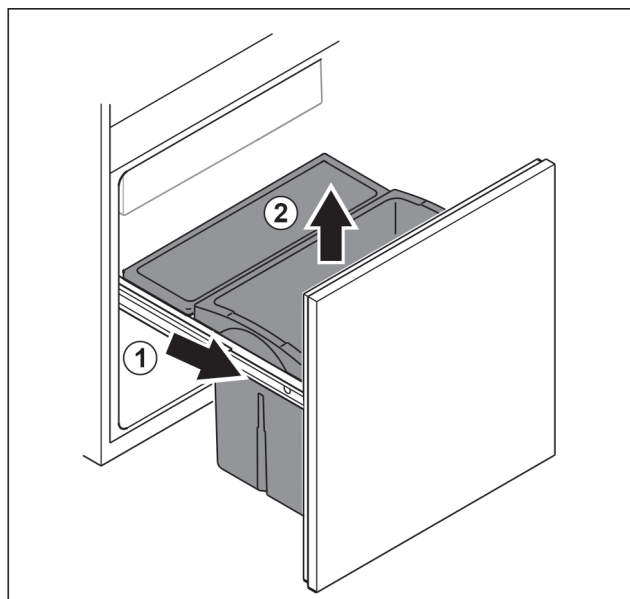

Fig. 100
- ▶ 将拉出式滑架拉出至止挡。 Fig. 100 (1)
- ▶ 向上取出抽屉。 Fig. 100 (2)